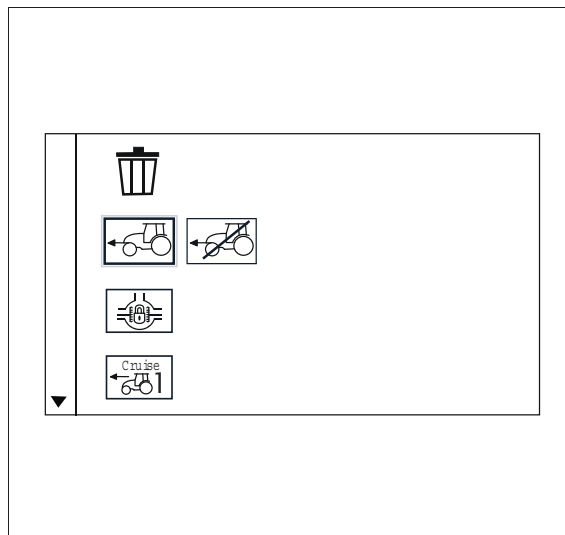

Fig. 9.
1. Vuelva a la vista de modificación de programas *fig. 9*.